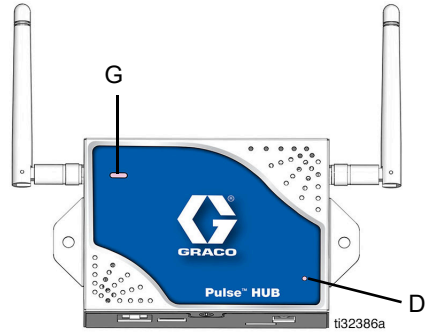

FIG. 5
Lorsque le concentrateur PULSE est installé, vérifiez que le voyant d'alimentation (D) (FIG. 5) est allumé et que le concentrateur fonctionne correctement.
Le voyant d'état (G) du concentrateur indique l'état du logiciel de gestion des fluides Pulse (FIG. 5). Pour la signification des différents voyants d'état du concentrateur, consultez le tableau ci-dessous.